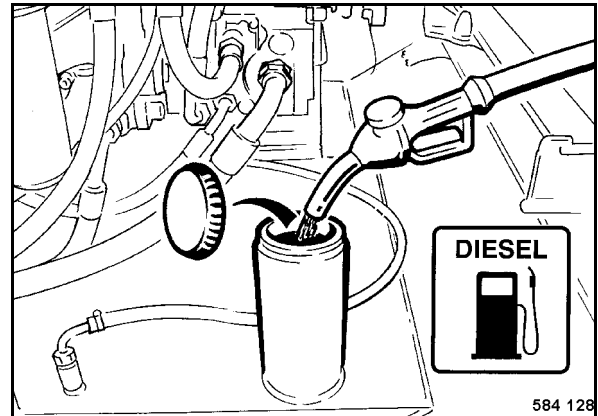

Fig. 108
- Abrir el tapón (Fig. 108) del depósito de combustible.